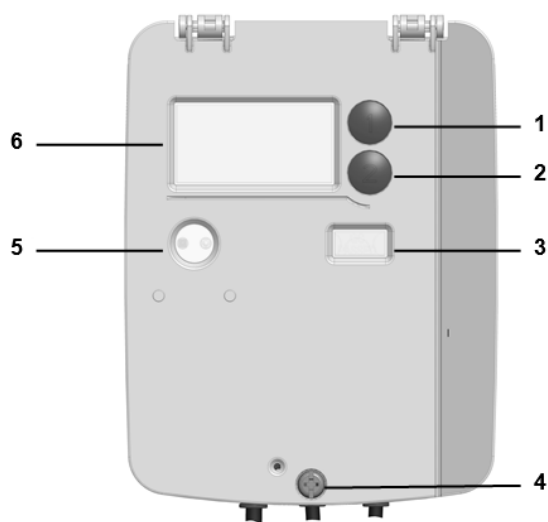

Рисунок 1. Счетчик в закрытом виде
- Болт на замке крышки устройства (рис. 1, № 4): не менее 1 Н·м